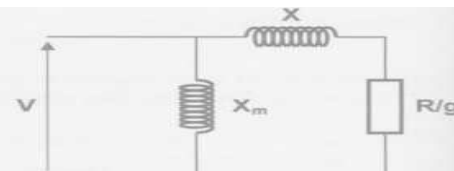

Figure 2 : Modèle simplifié
1.6/ Compte tenu des approximations faites, on utilise le modèle simplifié proposé en figure 2. Calculer les valeurs numériques de X_m , R et X .